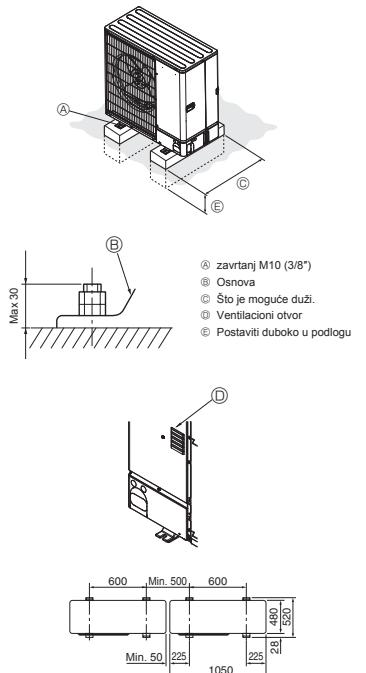

Fig. 3-1
• Obavezno montirajte jedinicu na čvrsto i ravnoj površini, da biste sprečili pojavu zvezkanja tokom rada. (Fig. 3-1)